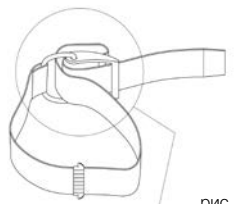

рис. 2-4
1. Поворачивайте пряжку до тех пор, пока она не встанет в открытое положение. Протяните ремню вокруг пластиковой пряжки как показано на рисунке (рис. 2-4), намочите ремень перед тем, как зафиксировать его на баллоне и отрегулируйте его длину (рис. 2-7).